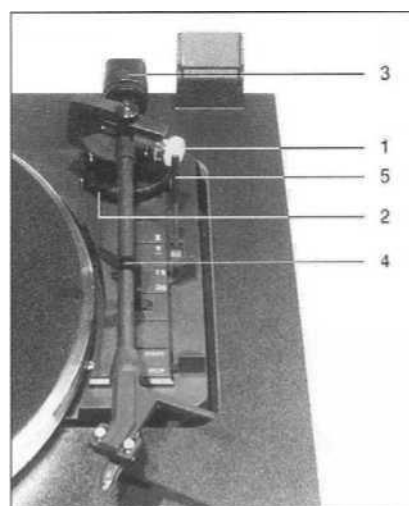

Рис. 6
Установите регулятор прижимной силы (1) на "0", а ручку регулировки противоскатывающей силы (2) поверните против часовой стрелки до упора (Рис. 6). Наверните противовес тонарма (3) на заднюю трубку тонарма (Рис. 5).
Снимите тонарм (4) с подставки и переместите его на небольшое расстояние в направлении центра опорного диска. Установите рычаг подъема (5) в положение DOWN (Вниз), при этом удерживая тонарм (Рис. 6). Точная балансировка тонарма может быть выполнена путем поворота противовеса (3) для того, чтобы он мог свободно висеть над опорным диском. Переместите тонарм назад на подставку. Сейчас вы можете отрегулировать прижимную силу (1) и противоскатывающую силу (2). Отрегулируйте ее на значение 1,5 мН (миллиньютон) для головки звукоснимателя ОМВ 10, установленной на заводе. Значения требуемой противоскатывающей силы смотри в таблице внизу: